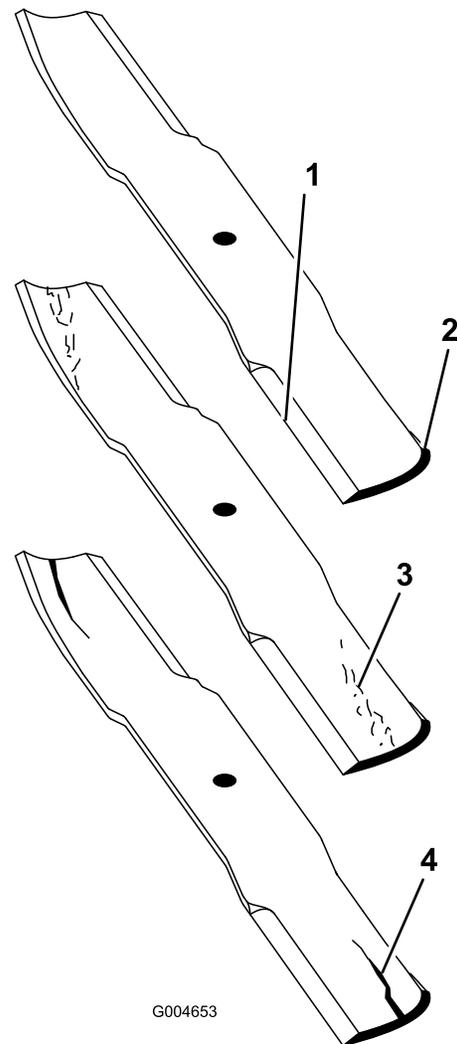

Figure 89
2. Examinez attentivement les tranchants de la lame, particulièrement au point de rencontre de la partie plane et de l'ailette (Figure 89).
**Remarque:** Le sable et les matières abrasives peuvent éroder le métal à cet endroit, c'est pourquoi il est important de contrôler l'état de la lame avant d'utiliser la tondeuse. Remplacez la lame si elle semble usée (Figure 89).